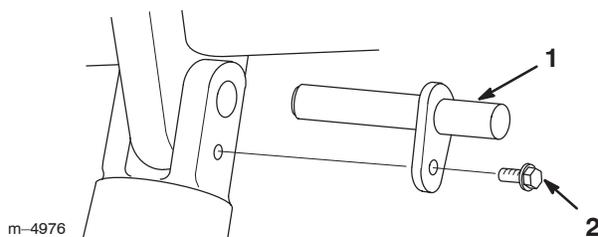

Figure 7
5. Mettre le nouvel axe de chape en place et le fixer à l'aide d'un boulon (Fig. 7).